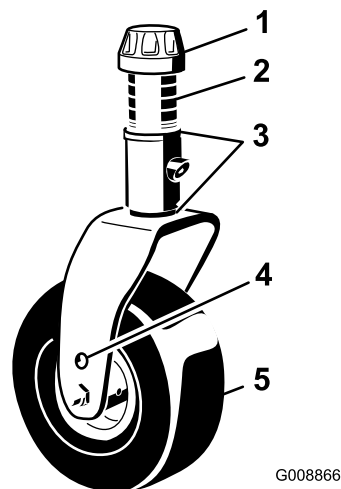
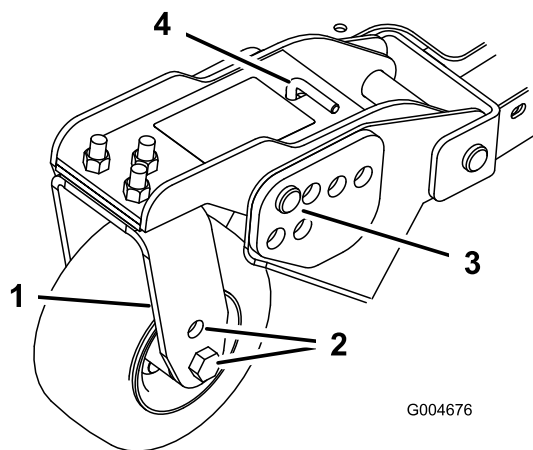
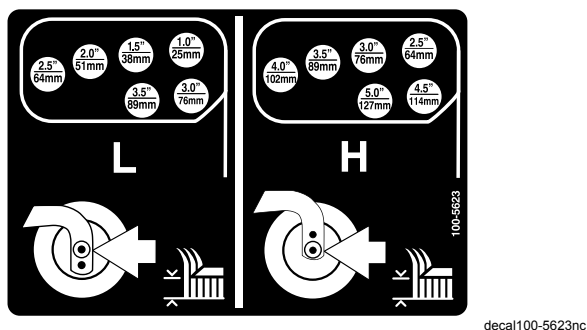

Figure 20
Figure 22
Figure 23
1. Placez les essieux des roues pivotantes dans les mêmes trous sur toutes les fourches (Figure 20 et Figure 22).
2. Enlevez le chapeau de tension de l'axe de pivot et sortez l'axe du bras de la roue pivotante (Figure 20).
6. Enlevez la goupille fendue et les axes de chape des bras pivotants (Figure 22).
7. Tournez la tige de tension pour élever ou abaisser le bras de pivot jusqu'à ce que les trous soient en face de ceux du support de hauteur de coupe sélectionnés dans le cadre du plateau de coupe (Figure 22 et Figure 23).